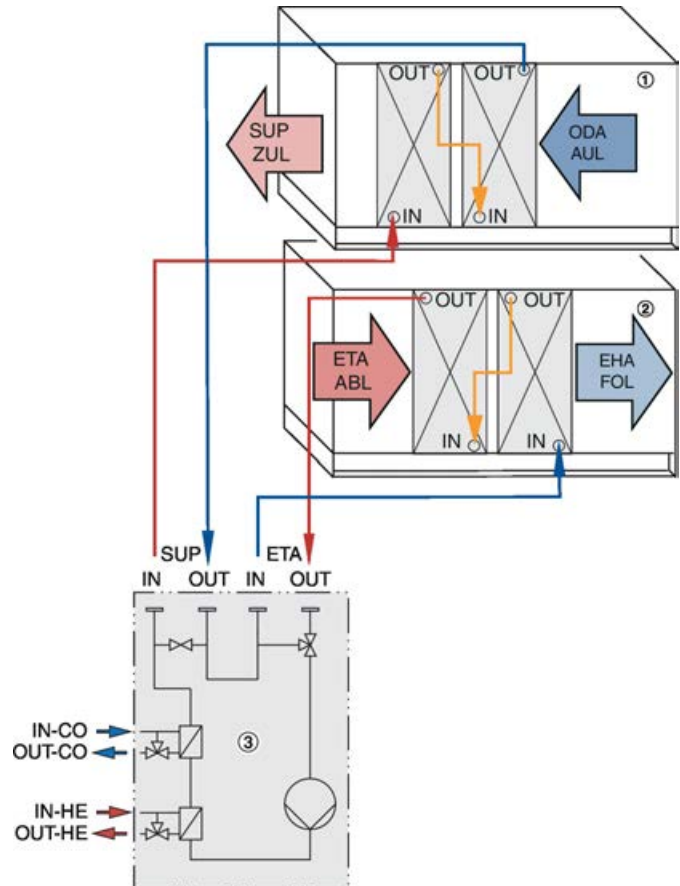

Abb. 37: Hydraulischer Anschluss (Beispiel)
- ① Zuluftgerät
- ② Abluftgerät
- ③ Hydraulikstation
- ▶ Rohrverbindung zwischen Wärmeübertrager und Hydraulikstation herstellen (Abb. 37).
- 4 ▶ Bei KVS-Systemen mit externer Einspeisung, die Anschlüsse zur Externen Einspeisung herstellen (Abb. 37).